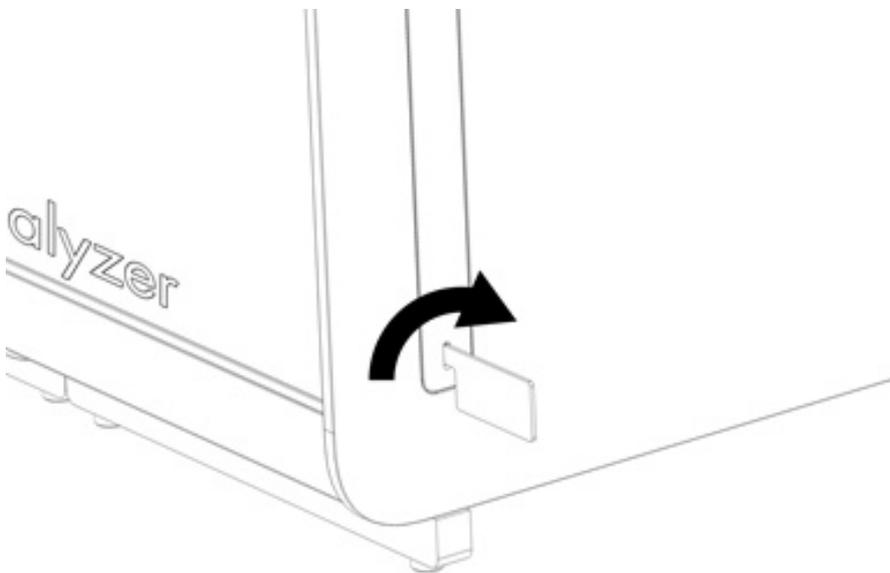

Abbildung 15. Entfernen der Schutzabdeckungen.
3. Entfernen Sie die Schutzabdeckungen mit dem dafür vorgesehenen, im Lieferumfang des QIAstat-Dx Analyzer 1.0 enthaltenen Werkzeug von der Seite des Analysemoduls (Abbildung 15).